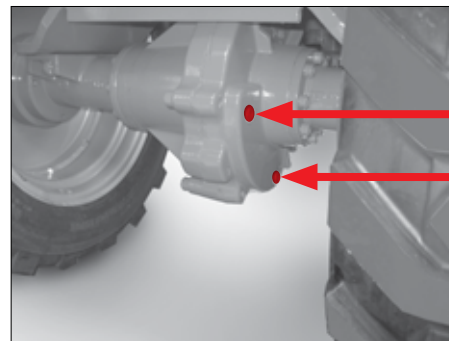

Fig. 106
4. Skru de indvendige sekskantskruer pos. a (Fig. 106) ud.
7. Skru de indvendige sekskantskruer pos. a (Fig. 106) på igen.
4. Stil en tilstrækkelig stor opsamlingsbeholder under tømningensåbningen til differentialehuset pos. b (Fig. 106).
5. Skru de indvendige sekskantskruer pos. a (Fig. 106) ud, så olien hurtigere løber ud!
6. Skru de indvendige sekskantskruer pos. b (Fig. 106) ud.
1. Skru de indvendige sekskantskruer pos. b (Fig. 106) på igen.
2. Fyld ny drevolie på gennem påfyldningsåbningen pos. a (Fig. 106) .
4. Skru de indvendige sekskantskruer pos. a (Fig. 106) på igen.